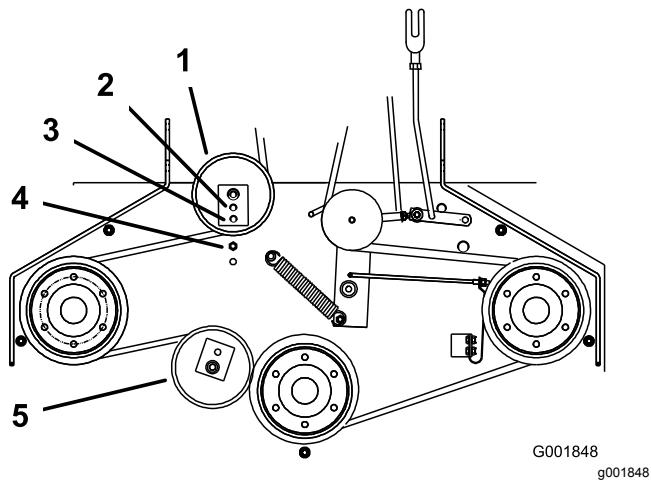

Figura 42
6. Si no es posible ajustar más el tensor y la correa todavía está floja, será necesario cambiar la polea tensora trasera al taladro central o delantero (Figura 42). Utilice el taladro que proporciona el ajuste correcto.
7. Si mueve la polea tensora, debe mover también la guía de la correa. Mueva la guía de la correa a la posición delantera (Figura 42).